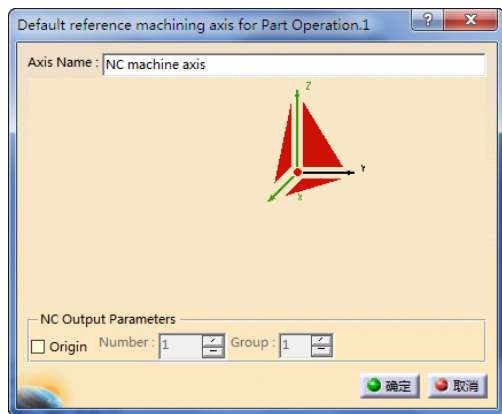

图 4-6 定义加工坐标系 (1)
- 在“Default reference machining axis for Part Operation.1”对话框的“Axis Name”文本框中, 输入“NC machine axis”作为坐标系名称, 单击“确定”按钮, 系统接收默认坐标系, 定义加工坐标系(1)如图 4-6 所示。